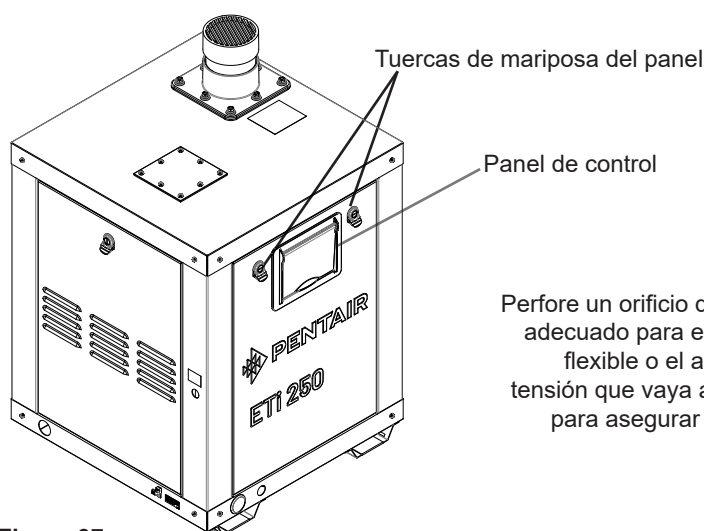

Figura 37
1. Libere las dos tuercas de mariposa que aseguran el panel lateral. Retire el panel del calentador. **Véase la Figura 37.**
9. Asegure el panel con los dos (2) tornillos de retención. Cierre la puerta frontal y asegúrela con el pestillo. Véase la Figura 37 en la página 45.